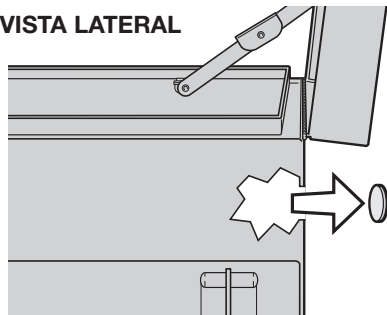

Figura 1
2. Con un destornillador y un martillo, golpee el obturador desde el interior de la caja, de modo que el aro metálico caiga fuera de ella (figura 1).